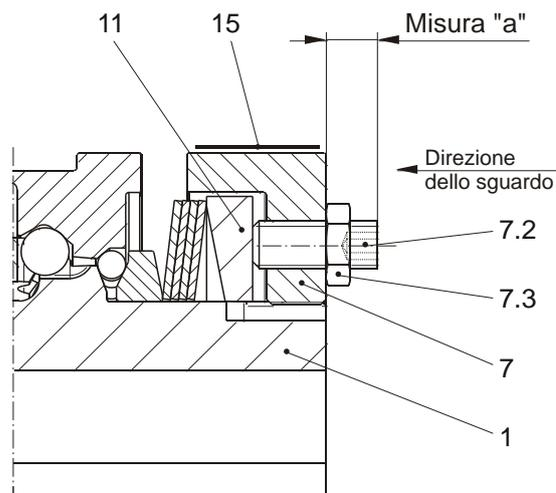

Figura 18
Se il cliente non ha prescritto alcuna impostazione della coppia, il giunto viene **preimpostato** generalmente in stabilimento a ca. il 70 % della coppia massima. La ghiera di regolazione (7) è contrassegnata con la misura "a" (70 % della coppia massima, vedi figura 18).
La regolazione avviene tramite la misura "a" **ruotando i perni filettati** (Pos. 7.2, figura 18).
La rotazione dei perni filettati (7.2) in senso orario esercita una riduzione della coppia (figura 19, misura "a -" secondo la tabella di regolazione (Pos. 15) e figura 20). La rotazione in senso antiorario aumenta la coppia (figura 19, misura "a +" secondo la tabella di regolazione (Pos. 15) e la figura 20). Direzione dello sguardo sulla ghiera di regolazione (7) come rappresentato alla figura 18.
- Ricavare la misura "a" dalla tabella di regolazione (Pos. 15, figura 20) (La tabella di regolazione (15) è incollata sul diametro esterno del dado di regolazione (7), vedi figura 18).